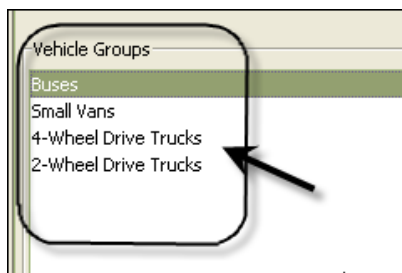

Рис. 153
4. Имена(-я) групп(-ы) транспортных средств, созданные выше в шаге 3 добавляются в список групп транспортных средств на экране в части «Vehicle Groups» [Группы транспортных средств]. На Рис. 153 перечислены четыре группы транспортных средств: «Buses» [Автобусы], «Small Vans» [Малые фургоны], «4-Wheel Drive Trucks» [Полноприводные грузовые автомобили] и «2-Wheel Drive Trucks» [Заднеприводные грузовые автомобили].